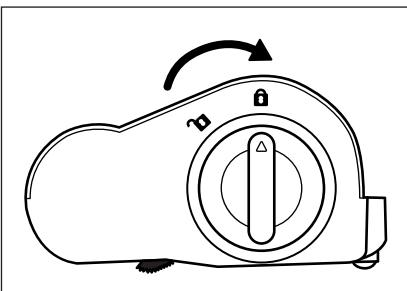

Abb. 29
- 5) Setzen Sie die Bürstenrolle **20** in die Bodenbürste **21** ein und drehen Sie die Bürstenrollenentriegelung **19** in Richtung des Symbols **🔒** (schließen) (siehe Abb. 29).